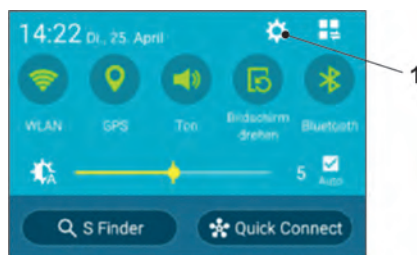

Fig. 29-2 Symbole pour réglages
2. Ouvrez le menu correspondant via le symbole pour réglages (Fig. 29-2 n° 1).